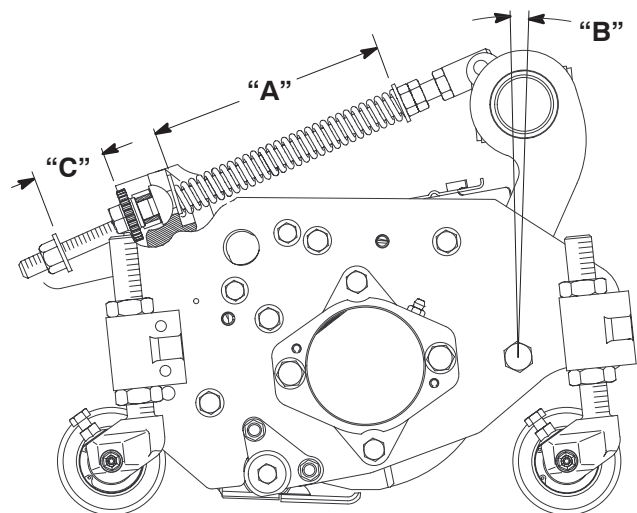

Figure 7
Le ressort de compensation (Fig. 7) qui relie le bâti porteur au plateau de coupe, contrôle la rotation avant/arrière disponible ainsi que la garde au sol lors du transport et des demi-tours.
1. Serrez le contre-écrou à l'arrière de la tige de ressort jusqu'à obtenir un écartement (C) de 25 mm entre l'arrière du support du ressort et l'avant de la rondelle (Fig. 7).
2. Serrez les écrous hex. sur l'extrémité avant de la tige de ressort jusqu'à ce que la longueur du ressort comprimé (A) soit égale à 203 mm (Fig. 7).
Remarque : Lorsque vous tondez des gazons irréguliers ou accidentés, augmentez la longueur du ressort comprimé (A) à 216 mm, et l'écartement (C) entre l'arrière du support de ressort et l'avant de la rondelle à 38 mm (Fig. 7).